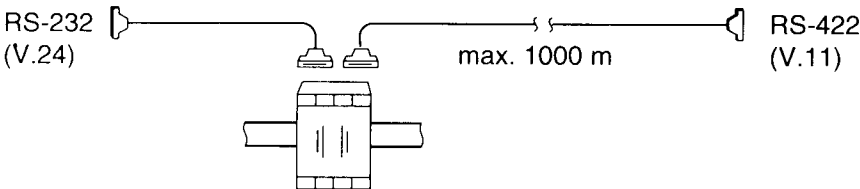

Fig.1a)
1.1. Interface Matching (Fig. 1a)